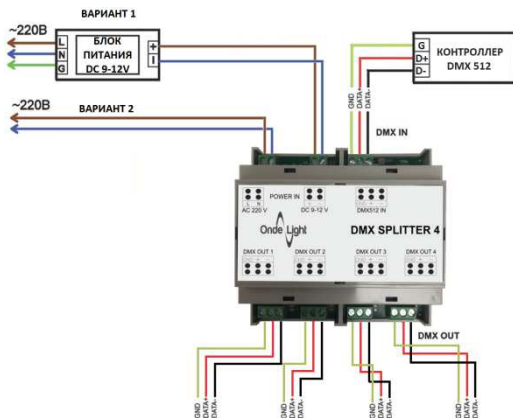

Рис.2 – Схема подключения изделия
- 4.1. Питание изделия возможно от двух источников напряжения. Подключение изделия к источникам напряжения выполнять согласно (см. рис. 2).